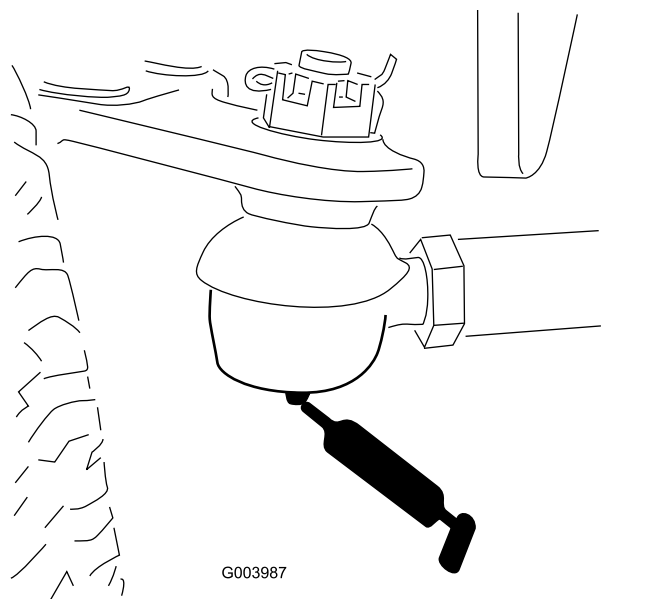

Bild 80
- Spurstange der Hinterachse (2) (Bild 80)